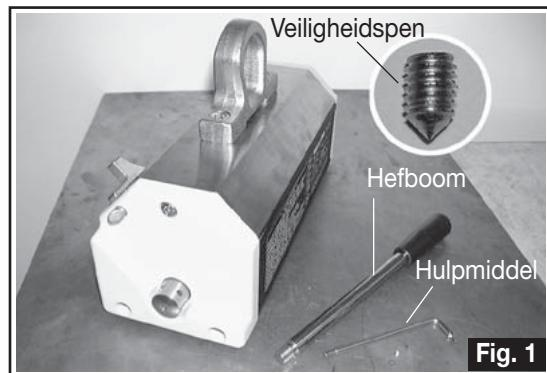

Fig. 1
A) Haal het heftoestel uit de verpakking en plaats dit op een ijzeren plaat (Fig. 1). Deze handeling moet uitgevoerd worden met behulp van een hefkraan en na het heftoestel aan de beugel te hebben gehaakt.
B) Haal het bedieningsapparaat van het heftoestel (hefboom), de veiligheidspen en het speciale hulpmiddel uit de verpakking (Fig.1).